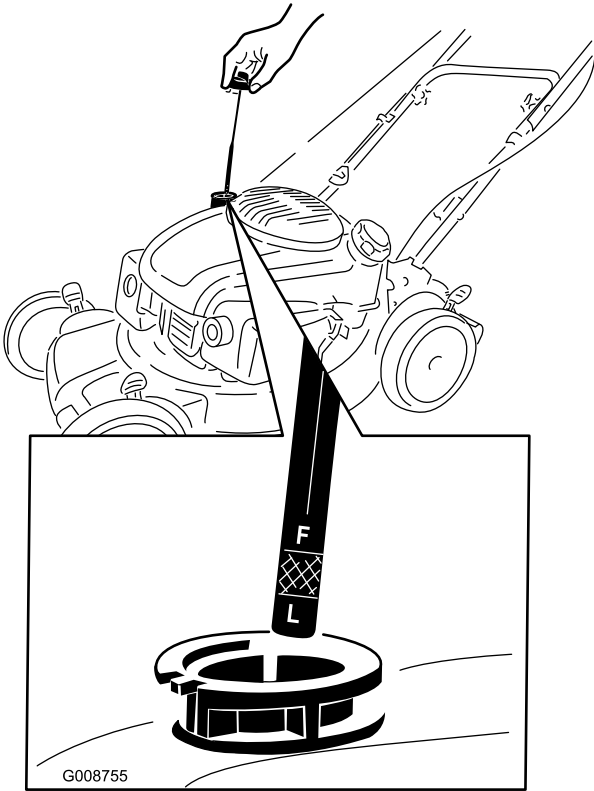

Figura 35
2. Retire la varilla (Figura 35).
de la varilla (Figura 35). **No llene demasiado.** (Capacidad máxima: 0,65 l (22 onzas), tipo: 10W-30 o SAE 30, aceite detergente con clasificación de servicio API, SJ, o superior.)
Nota: Cada vez que compruebe el nivel de aceite, retire la varilla y límpiela, introdúzcala en el cuello de llenado de aceite (**sin enroscarla**), luego retírela de nuevo y compruebe el nivel (Figura 35).